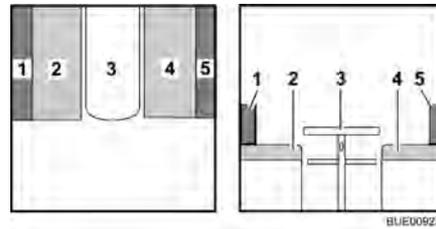

Fig. 83 Avant la transformation
- Convertir la table (Fig. 83,3) en sommier de lit (voir paragraphe 6.11).